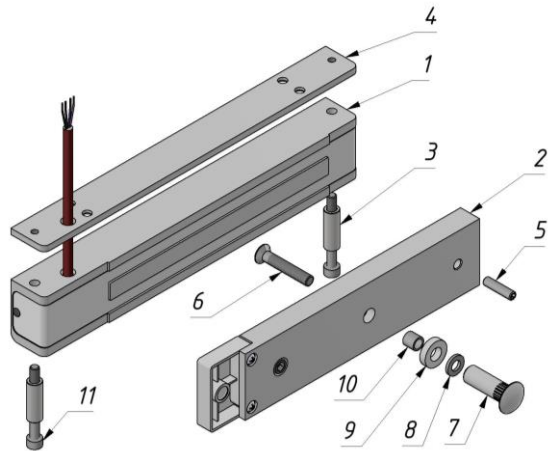

Рисунок 1 – Комплект поставки замка
3.1 Комплект поставки (рисунок 1):
- корпус (1) - 1 шт.
- якорь (2) - 1 шт.
- втулка (3) - 2 шт.
- планка резьбовая (4) - 1 шт.
- штифт (5), винт М6х35 (6),
- втулка (7), шайба (8),
- кольцо уплотнительное (9),
- втулка проходная (10)
- винт М5х45 (11) - 2 шт.